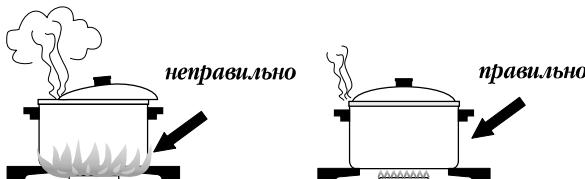

рис. 5
■ Размеры посуды и режим работы горелок нужно выбирать таким образом, чтобы пламя не выходило за края и не «лизало» боковые стенки (рис. 5). Пользуйтесь посудой с крышками — это значительно сократит время приготовления.